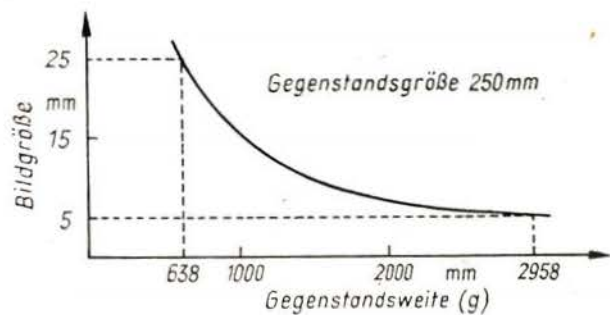

Bild 2 Abhängigkeit der Bildgröße  $B$  von der Gegenstandsweite  $g$
Bei einmaliger Mehrarbeit läßt sich eine einfache Kurve zeichnen, an der man die gesuchten Werte ohne zu rechnen ablesen kann. Hierzu wird eine Wertetabelle nach Gleichung (4) bzw. (5) aufgestellt. Die danach gezeichnete Kurve hat z. B. den für die Brennweite  $f = 58$  mm im Bild 2 und 3 ersichtlichen Verlauf. Die Abszissen sind wegen der Raumausdehnung verkürzt dargestellt, und zwar im Bild 2 im Maßstab 1:200 und im Bild 3 im Maßstab 1:20.
Wertetabelle zu Bild 2